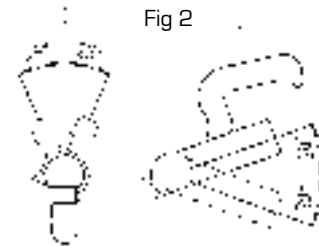

Fig 2
Que l'angle de pivotement vertical ne dépasse pas +/- 25 ° (fig. 2)
Que l'angle de pivotement horizontal ne dépasse pas +/- 20°(fig.2)
Que l'angle de pivotement vertical ne dépasse pas +/- 25 ° et horizontal ne dépasse pas +/- 20° (fig. 2)
- Que l'angle de pivotement vertical ne dépasse pas +/- 25 ° et horizontal ne dépasse pas +/- 20° (fig. 2)